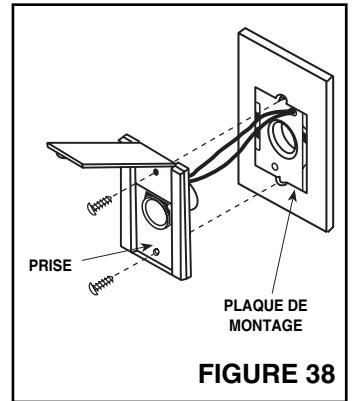

FIGURE 38
- Voyez la Figure 38. Alignez les orifices de montage de la prise avec les trous de la plaque de montage, placez la prise dans la plaque de montage, et fixez-la avec les vis fournies. NOTA: Si un coude de rayon court 382-S est utilisé, il peut être nécessaire d'utiliser des vis de montage courtes pour qu'elle ne rentre pas en contact avec le coude.